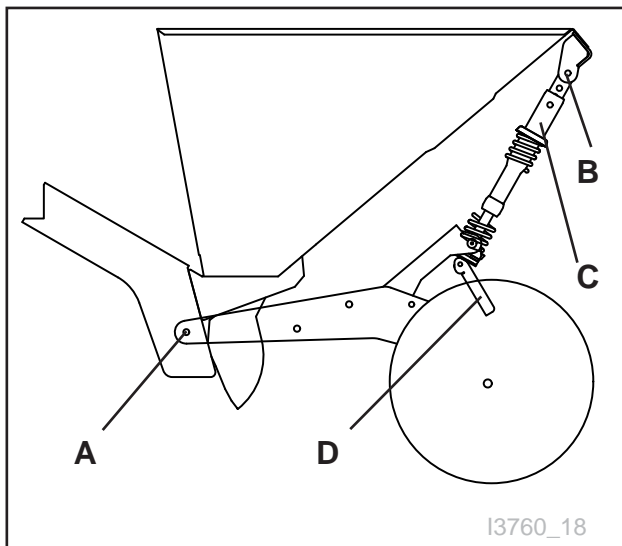

Fig. 20
L'armature du couvercle de disque est attachée à l'unité de plantation avec des boulons, **Fig. 20 (A)**, normalement dans le 3e trou compté du plus bas.
L'armature du couvercle de disque est attachée à l'unité de plantation avec des boulons, **Fig. 20 (B)**, normalement dans le 3e trou compté du plus bas.
L'arrêt d'ajustement qui contrôle la profondeur des sections de disque, est attaché avec le boulon et douille dans le bras du support de suspension. **Fig. 20 (C)**
La pression de disque de rouleau peut être ajustée par le ressort en spirale, à l'aide de la poignée. **Fig.20 (D)**